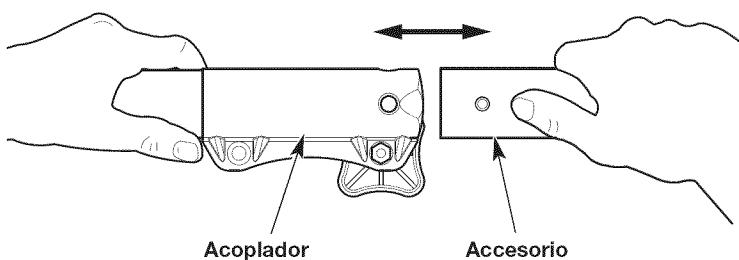

Fig. 2
- Tire del accesorio directamente hacia fuera del acoplador (Fig. 2).